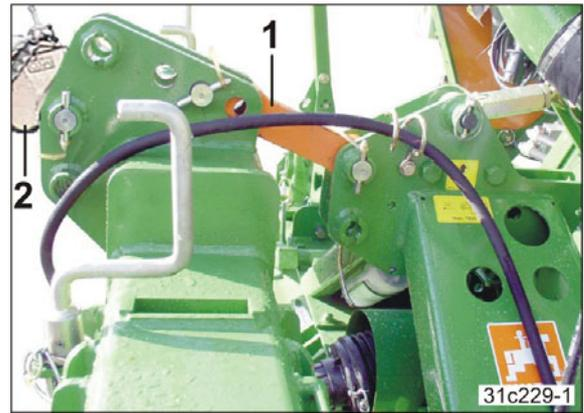

Рис. 24
10. В оба машины вставьте соединительный элемент (Рис. 24/1).
12. Длину верхней тяги трактора (Рис. 24/2) отрегулируйте таким образом, чтобы в рабочем положении роторный культиватор/ротационная борона располагались горизонтально.